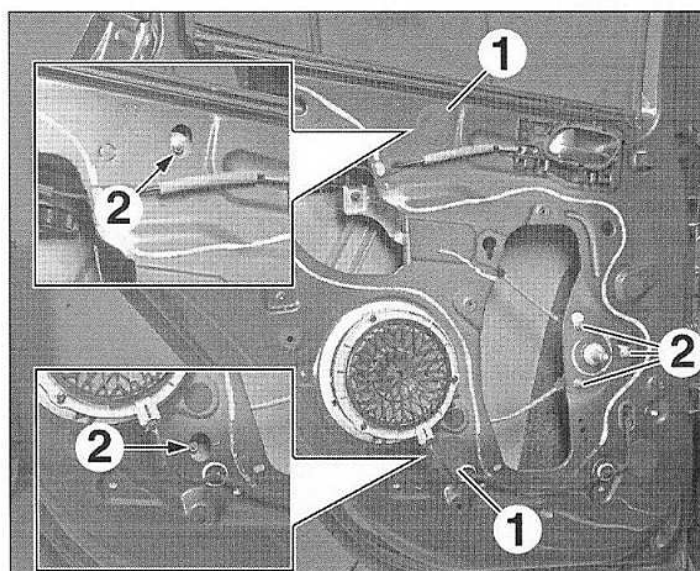

FIG.84
- Écarter les obturateurs (1) (Fig.84).
- Desserrer les écrous (2).